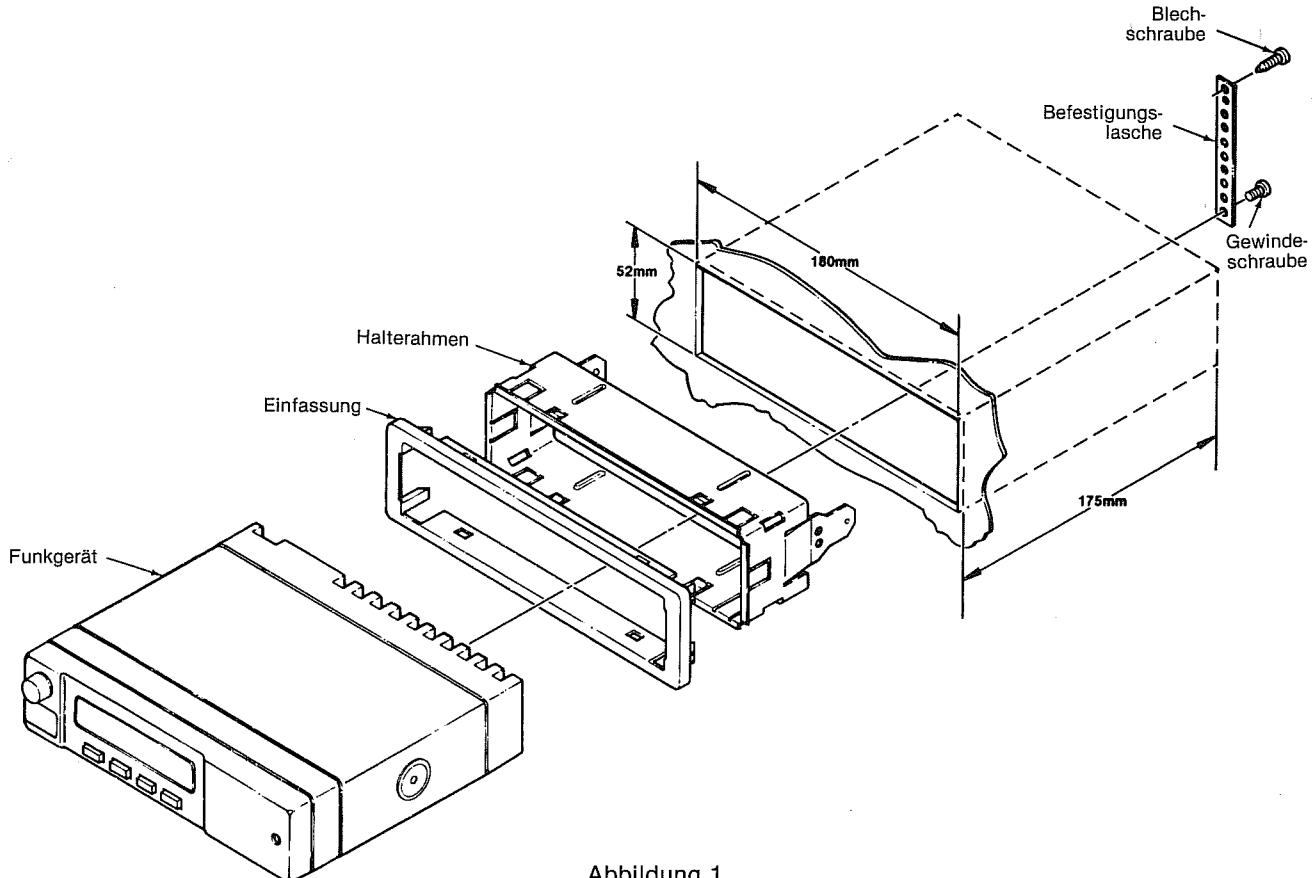
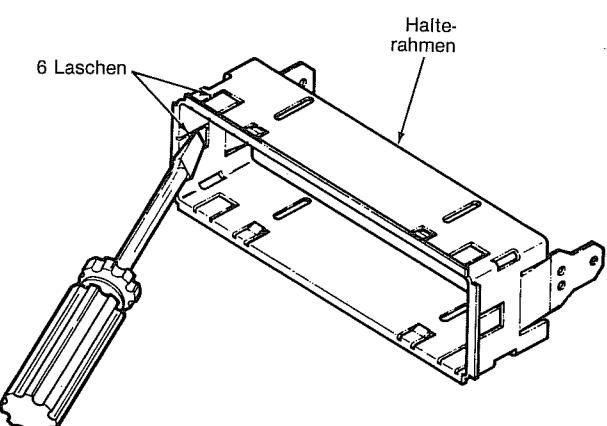

Abbildung 1
Abbildung 2
(1) Den Autoradio-Ausschnitt des Armaturenbretts öffnen und ggf. auf die in Abbildung 1 gezeigten Abmessungen vergrößern.
(2) Den Halterahmen in den Ausschnitt einsetzen und durch Verbiegen der sechs Laschen (siehe Abbildung 2) sichern. Die Einfassung über den Halterrahmen stülpen.
(3) Das Funkgerät bis zum Einrasten in den Halterrahmen schieben.
(4) Die Befestigungslasche entsprechend der Abbildung 1 mit einer Blechschraube an der Karosserie und mit einer Gewindeschraube am Kühlkörper des Funkgerätes befestigen.
(3) Den Halterrahmen des Bedienteiles in den Ausschnitt einsetzen und durch Verbiegen der sechs Laschen (siehe Abbildung 2) sichern.
(4) Das Bedienteil bis zum Einrasten in den Halterrahmen schieben.